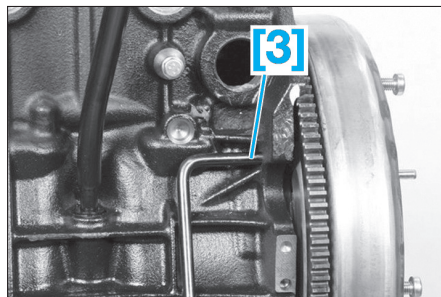

Fig. 74
- [3]. Pige de volant moteur (réf : 0188-X) (Fig.74).
**!** Pour effectuer le réglage de position du capteur, l'arbre à cames doit être au point de calage. Pour cela, tourner le moteur par la vis de fixation de la poulie d'accsoires, jusqu'à pouvoir engager l'outil [3] (Fig.74).